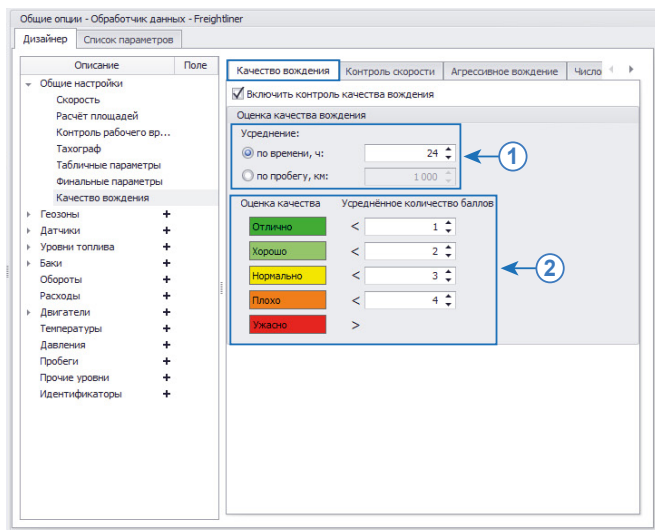

Рис.207. Настройка средних оценок за качество вождения.
По умолчанию итоговая оценка за стиль вождения выставляется за 24 часа. Период усреднения, а также средняя оценка могут быть настроены произвольным образом. Для настройки необходимо перейти на вкладку «Качество вождения» (Рис.207).
• Усреднение штрафных баллов (Рис.207, п.1).
• Оценка качества (Рис.207, п.2).
После усреднения штрафных баллов за выбранный интервал программа «АвтоГРАФ 5 ПРО» выставляет среднюю оценку водителю согласно заданной установленной системе оценок. Настройки по умолчанию приведены на (Рис.207). Также пользователь может изменить настройки по умолчанию. Наилучшая оценка – Отлично, выставляется, если водитель набрал наименьшее количество штрафных баллов в среднем (по умолчанию меньше 1). Наихудшая оценка – Ужасно, выставляется, если водитель набрал наибольшее количество штрафных баллов в среднем за период (по умолчанию 4 более).